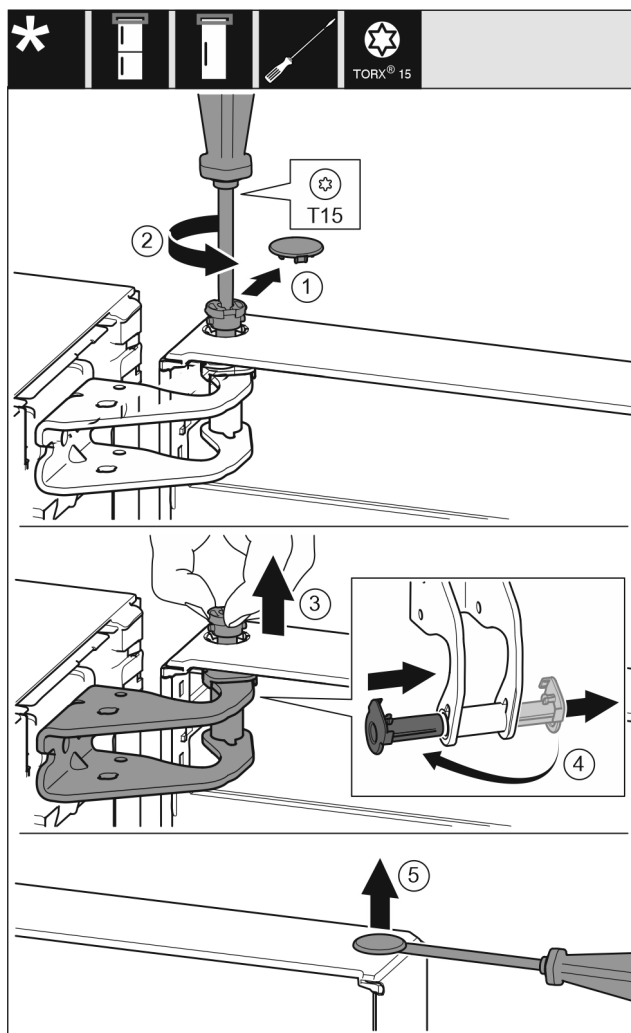

Fig. 10
- Enlever délicatement le cache de sécurité. Fig. 10 (1)
- Dévisser légèrement le boulon avec un tournevis T15. Fig. 10 (2)
- Tenir fermement la porte et sortir le boulon avec les doigts. Fig. 10 (3)
- Tirer la douille de palier en dehors du guide. La mettre de l'autre côté et l'enclencher. Fig. 10 (4)
- Soulever délicatement le bouchon en dehors de la douille de palier de porte avec un tournevis plat et le sortir. Fig. 10 (5)